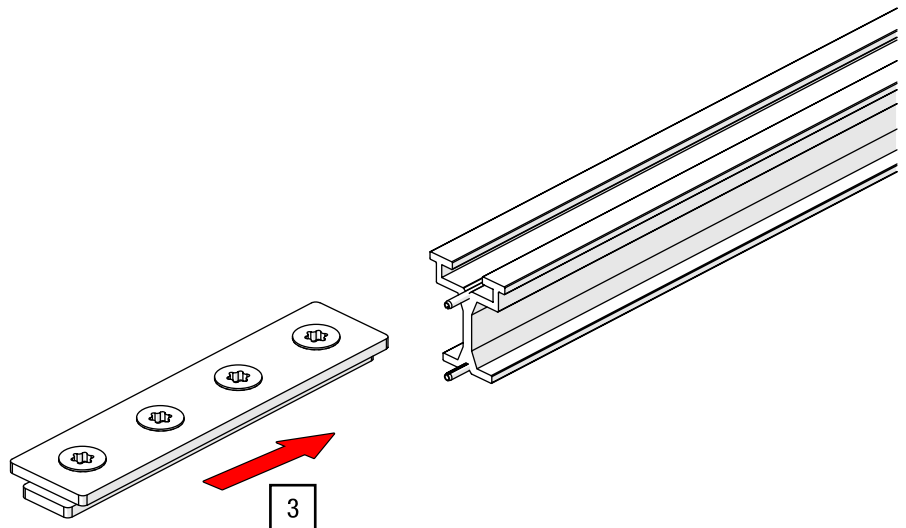

Abb. 44: Schienenverbinder – in Schiene einfügen
3. Schieben Sie den vormontierten Schienenverbinder vollständig in den Nutkanal eines Schienenteils (siehe Abb. 44).